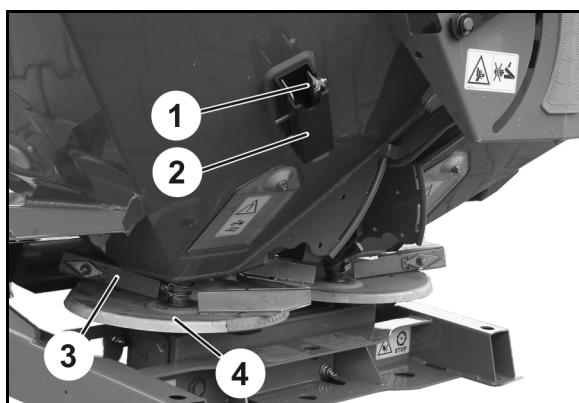

Fig. 78
1. Tag grænsespredeskivene (Fig. 78/1) ud af holderen (Fig. 78/2).
2. Afmonter den lange spredeskiv (Fig. 78/3) på venstre spredeskive (Fig. 78/4).